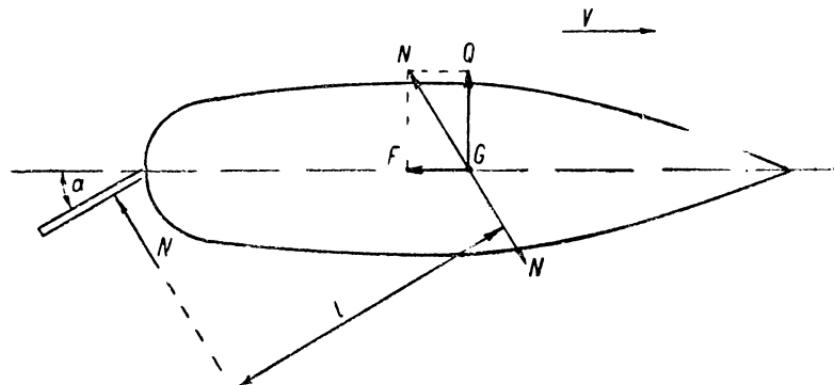

Рис. 13. Схема сил, действующих на судно при перекладке пера руля.
*Рыскливость* — это способность судна произвольно отклоняться от курса под действием небольших случайных возмущающих сил, при прямом положении руля. Если для удержания судна на курсе число перекладок руля не превышает 4—6 в минуту и при этом отклонение не свыше 2—3°, то судно считается устойчивым. Для обеспечения устойчивости, а также для поворотливости в кормовой части судна устанавливают рули. При перекладке руля на борт возникает момент пары сил, поворачивающий судно вокруг вертикальной оси, проходящей через ЦТ в ту сторону, в которую переложен руль (рис. 13).